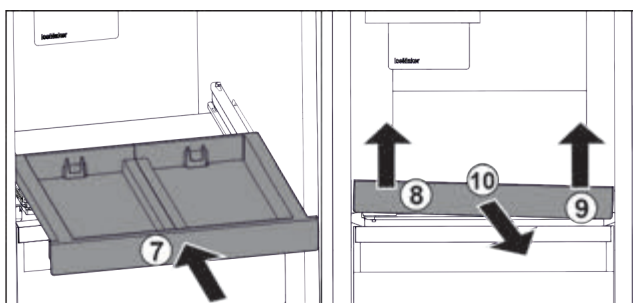

Fig. 91
- ▶ Вставити витяжну панель. Fig. 91 (7)
- ▶ Підняти витяжну панель спереду ліворуч. Fig. 91 (8)
- ▶ Підняти витяжну панель спереду праворуч. Fig. 91 (9)
- ▶ Витяжну панель витягнути вперед. Fig. 91 (10)